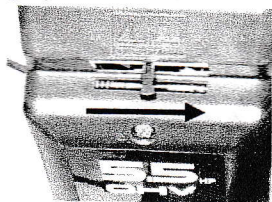

fig 3
- Arracher pour hors le command du « starter » (appareil du déchaînement). (fig. 3)